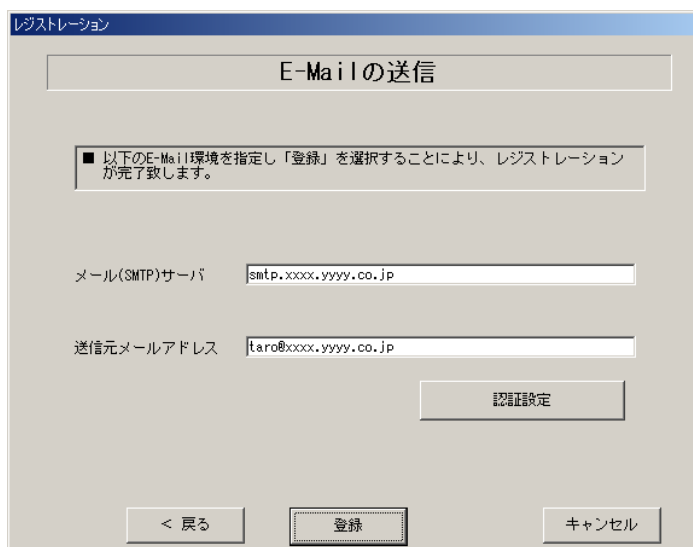

図 4-8 E-mail の送信(インターネット接続＜メールのみ＞)
- 12** E-mail の送信に必要な情報を入力します(図 4-8、表 4-6)。メール送信時に認証が必要な場合(POP before SMTP)は[認証設定]をクリックして、必要な情報を入力してください(図 4-9、表 4-7)。